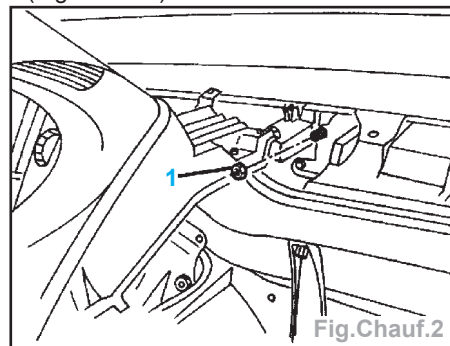

Fig.Chauf.2
- Dans l'habitacle, déposer l'écrou (1) (Fig.Chauf.2).